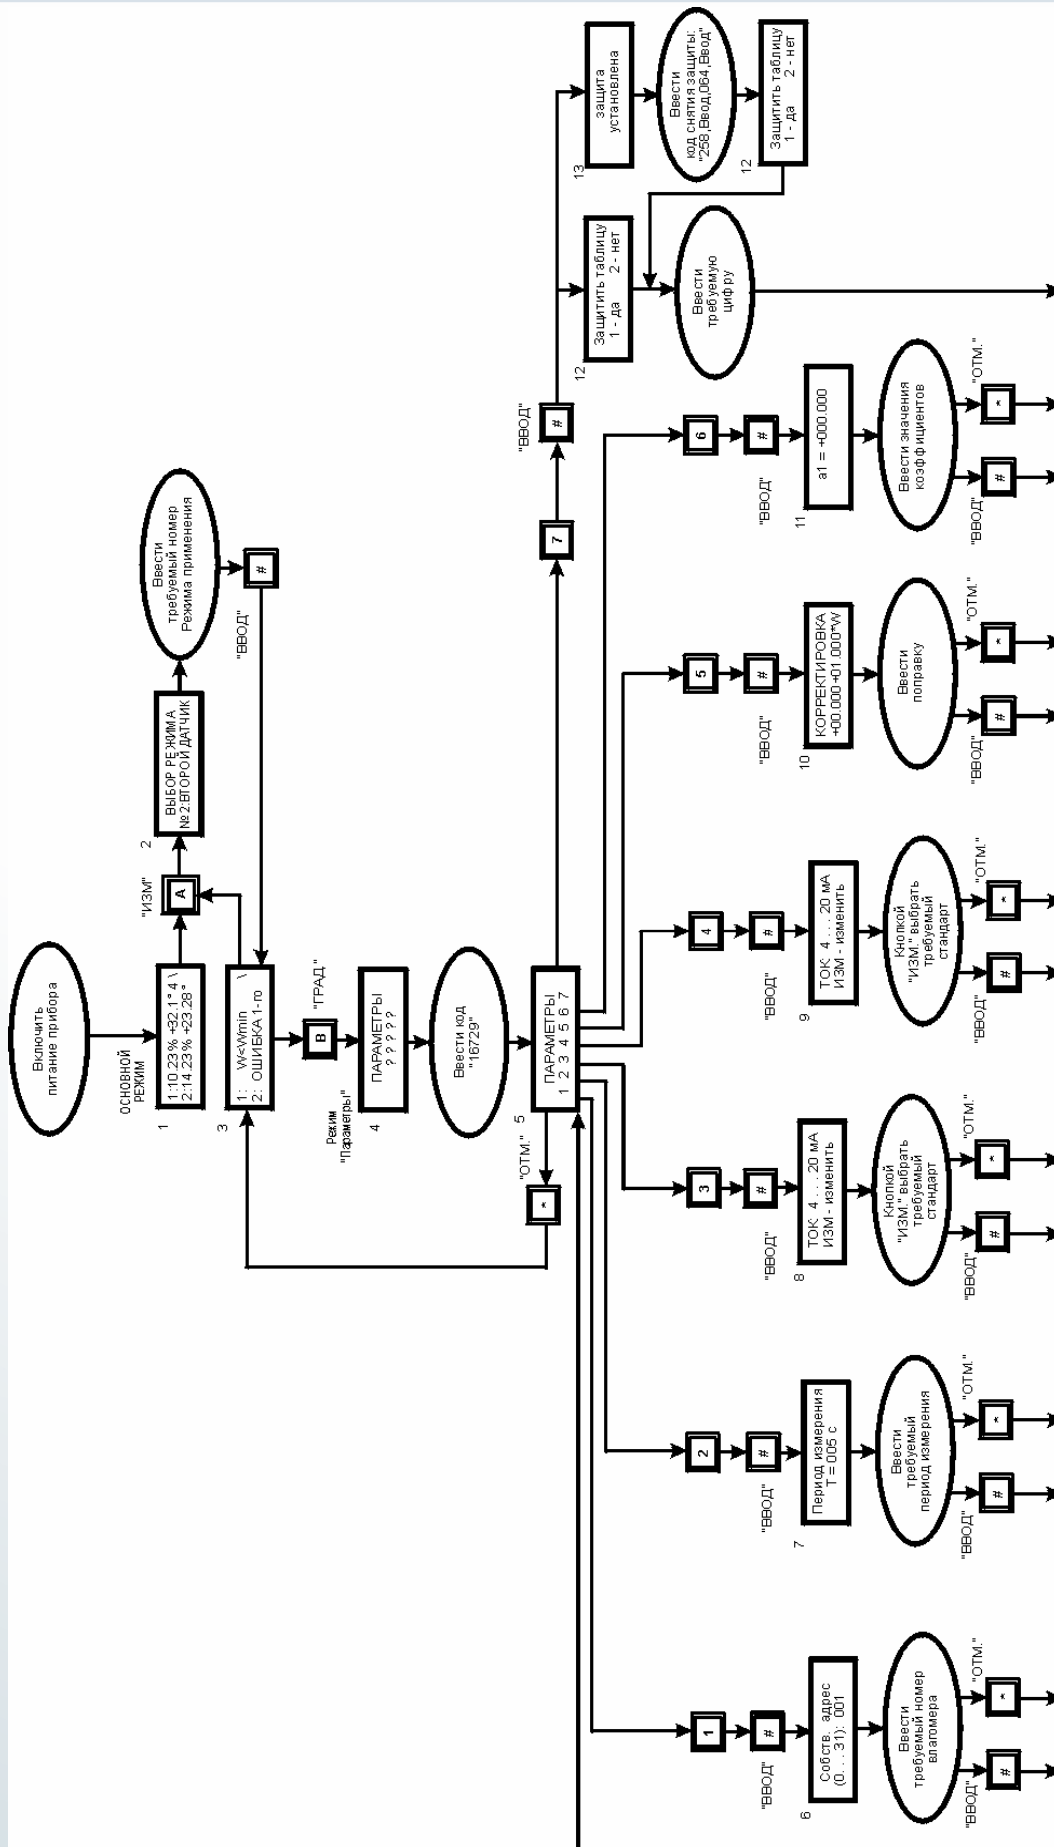

Рис. 7. Алгоритм функционирования БУК в Режиме применения №4
6.4.3. Алгоритм функционирования блока в этом Режиме Применения №4 приведен на рис. 7. Как и в Режиме Применения №3, в Режиме Применения №4 блок имеет 2 режима работы:
6.4.5. Особенностью режима «Измерение» в Режиме Применения №4 является использование информации о влажности контролируемого материала, находящегося в БС1, для вычисления влажности контролируемого материала, находящегося в БС2. В данном случае при возникновении в БС1 нештатной ситуации, приведенной в таблице 1, вычисление влажности в БС2 не производится, а на ЖКИ БУК в соответствии с таблицей 2 высвечивается Сообщение 3 рис. 7:
6.4.6. При нажатии кнопки «ГРАД» высвечивается Сообщение 4 рис. 7:
После ввода пароля «16729» раскрывается общее меню режима «Параметры» (Сообщение 5 рис. 7), которое состоит из 7 подрежимов: